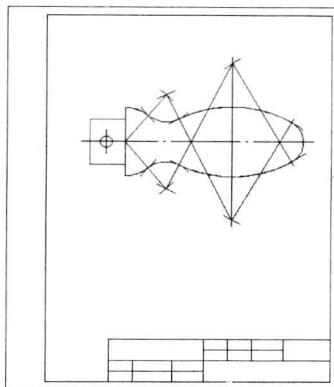

图 1-30 画连接线段
- ③ 画尺寸界线和尺寸线，检查底稿，修正错误，擦去多余作图线，如图1-30所示。